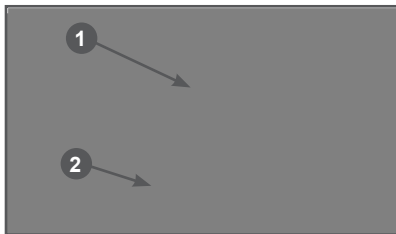

Рис. 16 Фиксатор курка газа
5. Поверните фиксатор курка газа 1 (Рис. 16) против часовой стрелки так, чтобы курок газа 2 остался в наполовину нажатом состоянии.